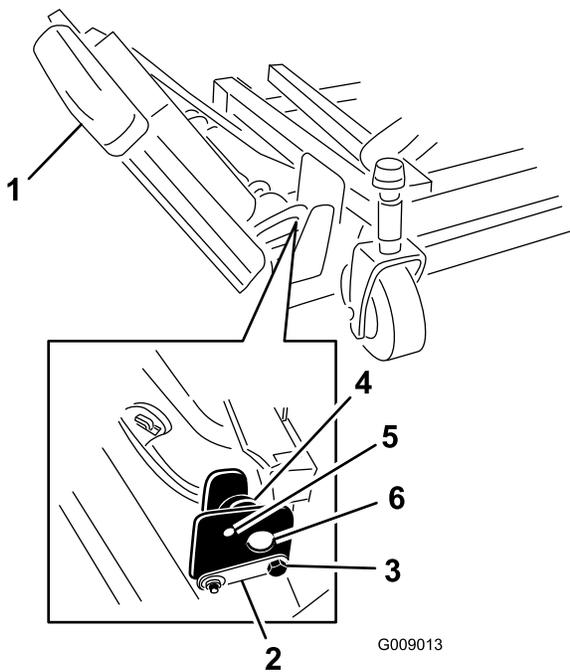

図 3
2. 右側ウイングレットを保持し、その状態で、前後のストップボルトを右ウイングレットデッキの取り付け部に固定しているナットを取り外す 図 3。